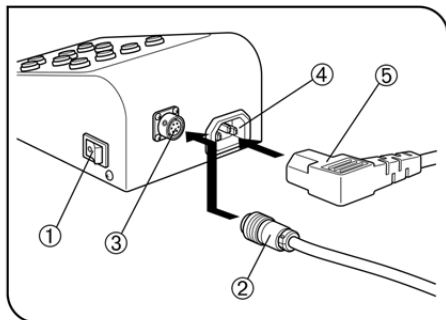
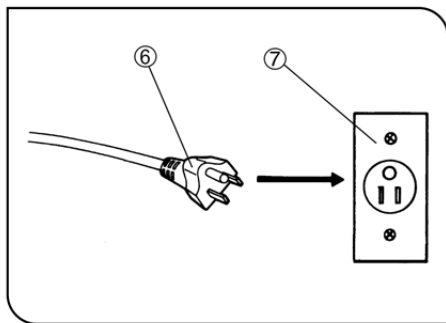

图 5
图 6
## 2 连接电缆和电源线（图 5 和图 6）
- ⚠ 在连接电源线之前要确保 SZX2-RHS 的主开关①设置为○（关）。
1. 把 SZX2-ILR66 照明器的电缆连接器②完全插入到 SZX2-RHS 手控开关上的输出连接器③（图 5）。
2. 把电源线连接器⑤插入到 SZX2-RHS 的电源线连接器④，然后把电源线插头⑥插入电源插座⑦。